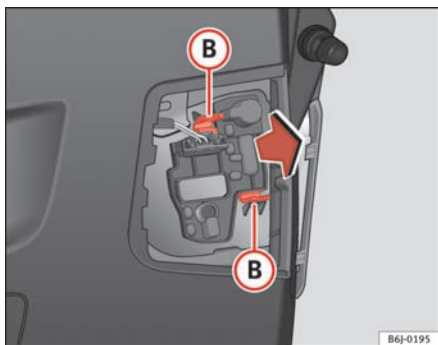

Fig. 153 Afmontering af pærefatning
- Træk pærefatningen ud ved at trykke clipsene **(B)** ⇒ fig. 153 ind.